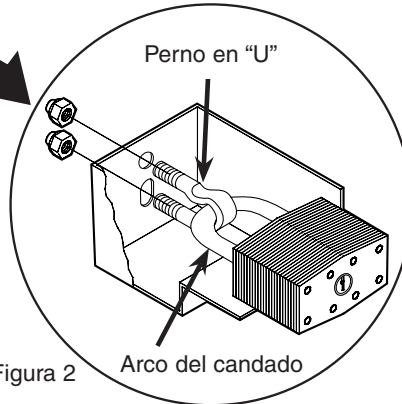

Figura 2
3. Pase el perno en "U" a través de los dos orificios ubicados en el fondo del alojamiento del candado (figura 2).